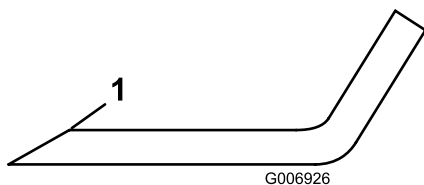

Figura 16
3. Inspeção as extremidades de corte de todas as lâminas. Afie as extremidades de corte se estas apresentarem sinais de desgaste ou ranhuras. Afie apenas a zona superior da parte cortante e mantenha o ângulo de corte original para garantir um desempenho eficaz da lâmina (Figura 16). A lâmina mantém o equilíbrio se for retirada a mesma quantidade de metal de ambas as partes cortantes.